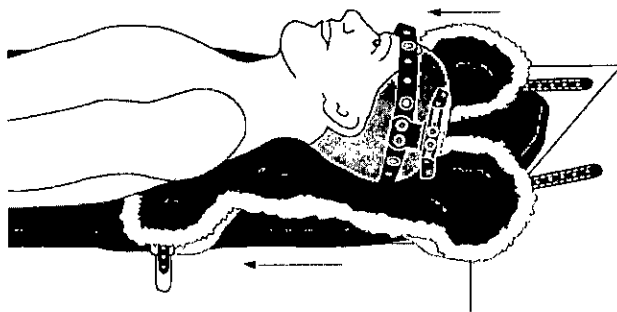

FIG. 12
4. Coloque la sección posterior del chaleco. La parte posterior se identifica por la etiqueta PMT® que se localiza en la porción inferior del chaleco. Con el paciente en posición supina, balancee el torso y la cabeza, respetando siempre la posición del cuello, y deslice suavemente la sección posterior del chaleco debajo del paciente. El paciente puede entonces moverse lateralmente, deslizando la parte posterior del chaleco hasta su posición. Coloque esta sección de modo que la parte inferior esté alineada con la parte inferior de la caja torácica mientras las correas de los hombros se pasan por encima de estos. Fig.12.